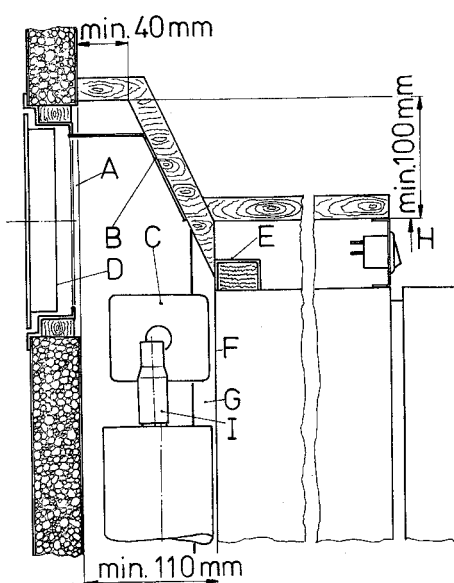
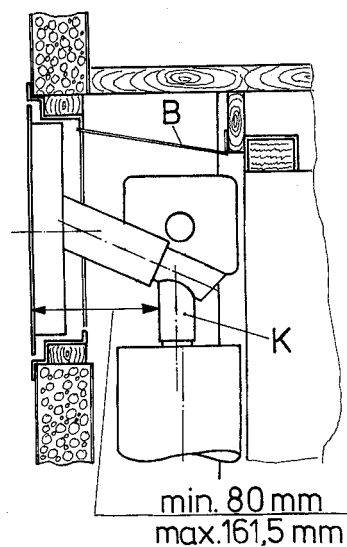

Fig. 6a
Fig. 6b
L'apertura inferiore verrà posizionata al di sopra del bordo inferiore della nicchia e quella superiore più alto possibile al di sopra del condensatore (C) del gruppo refrigerante, come dimostrato in fig. 6b, o meglio ancora come in fig. 6a.